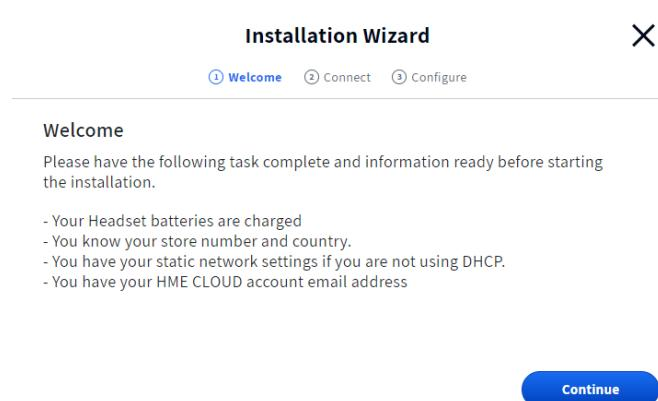

Fig. 2.6
- En la interfaz de usuario de la estación base, siga el asistente de instalación para conectar y configurar el sistema (véase la fig. 2.6).